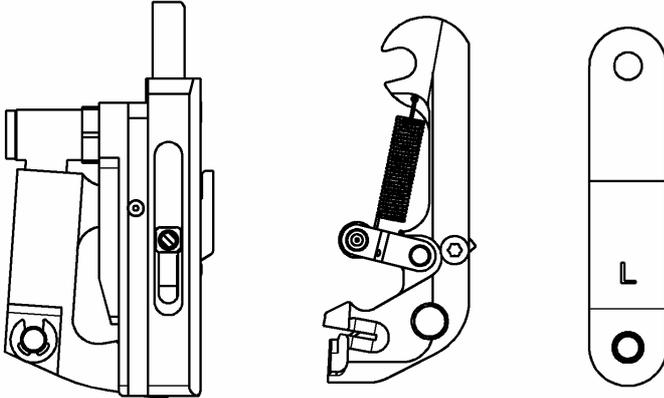
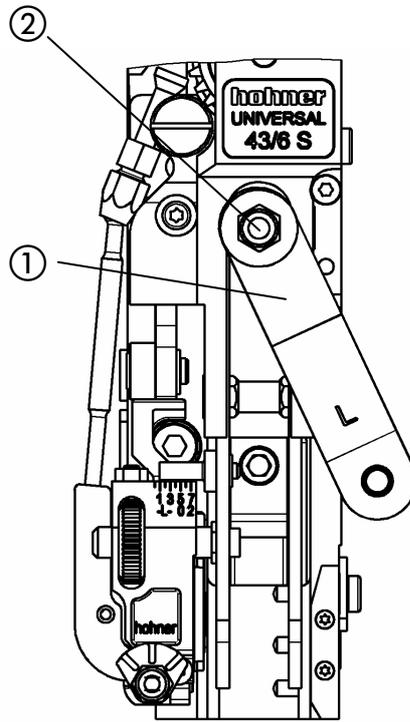
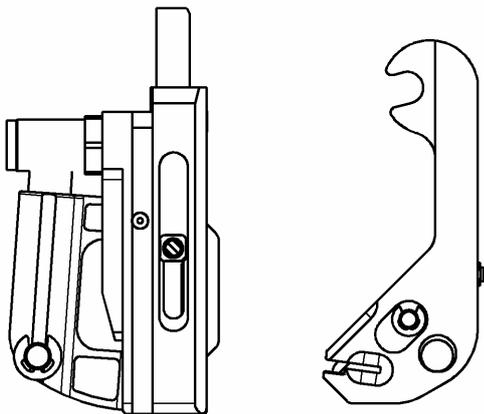

Abb.20
Abb. 20a
Abb. 21
- Abb. 20 , Abb. 20a und Abb. 21 -